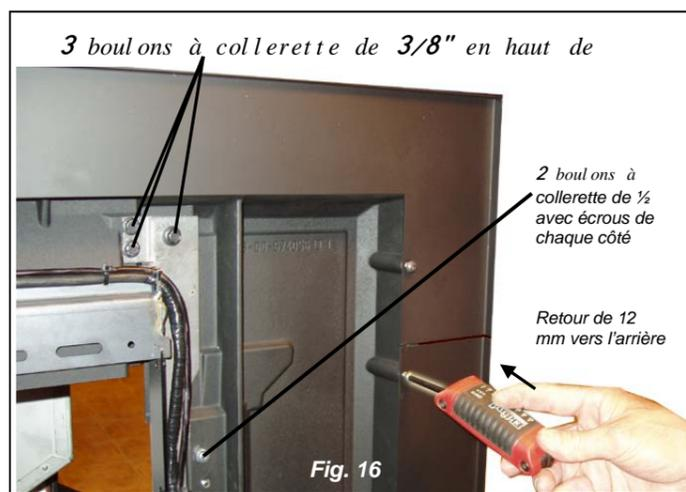

Fig. 16
3. Monter les 3 parties de l'encadrement sur le support à l'aide des boulons et écrous fournis. Les parties gauche et droite doivent être mises en place avant la partie centrale. Veiller à ce que les boulons soient desserrés. Ne pas démonter les charnières des panneaux latéraux. Les parties droite et gauche doivent être alignées avec le côté du support et glissées vers le centre. Nota : Ces parties s'assemblent sur la face arrière sous l'encoche et sur la face avant. (Voir Fig. 16 et 18). Glisser la lèvre en fonte sur le support, s'assurer qu'elle vient contre la monture garnie des rails et se loge dans les cavités des parties gauche et droite (Voir Fig. 19). Mettre en place la partie centrale.
Ces extensions optionnelles comportent un retour de 12 mm comme le montre la Fig. 16.